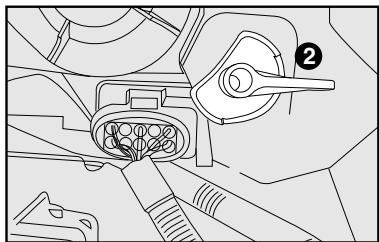

fig. 100
**Posição 2 fig. 100-** com veículo com carga completa.